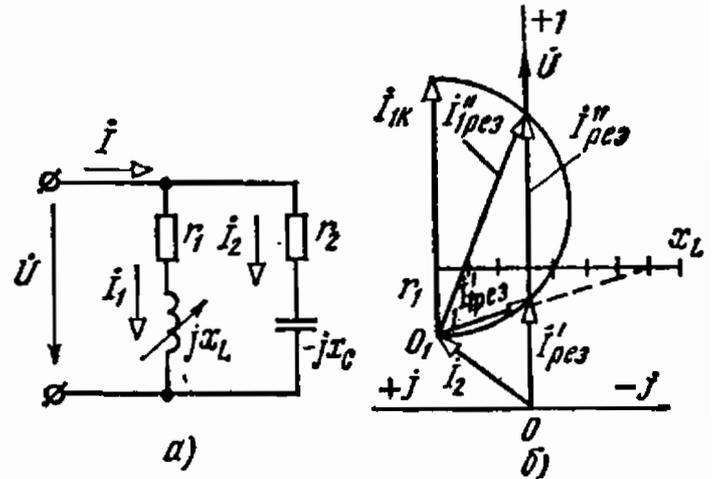

Рис. 4.29
4.29. Построить годограф суммарного тока \dot{I} для цепи схемы рис. 4.29, а, если напряжение $U = 120$ В сопротивления $r_1 = 12$ Ом, $r_2 = 20$ Ом, $x_C = 20$ Ом, а сопротивление x_L изменяется от 0 до ∞ . Определить величину суммарного тока при резонансе токов.
Ответ. $I_2 = 4,23$ А, $I_{1к} = 10$ А. Круговая диаграмма приведена на рис. 4.29, б.